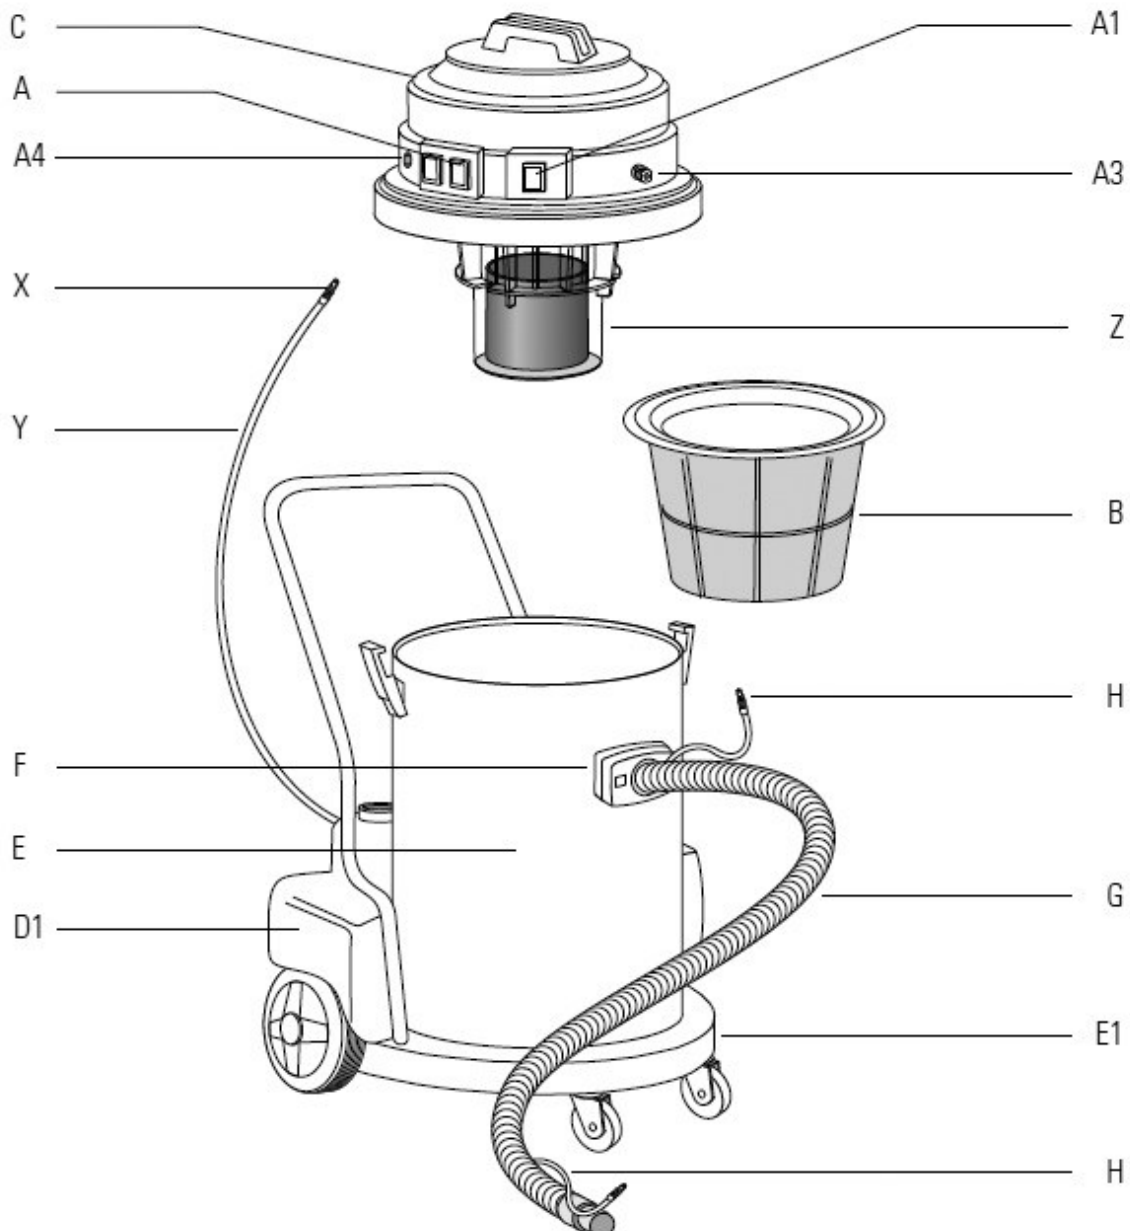
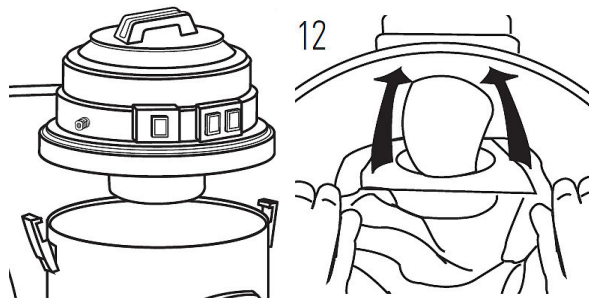
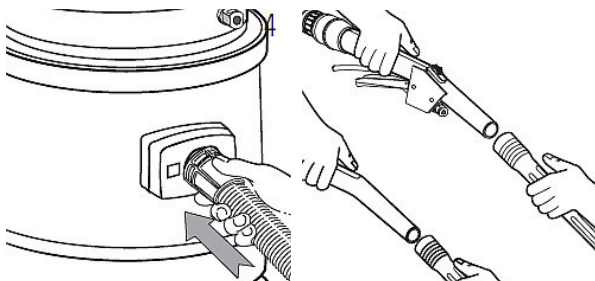

Abb. 3: Beschreibung des Spezialsaugers flexCAT 262-2 IEPD
Abb. 5: Montage des Kopfteils
Abb. 6: Verbindung mit dem Schlauch
Schritt 3: Bauen Sie den Aspirationskopf C (Abb.5) auf den Behälter und verschließen Sie ihn mit Hilfe der Verschlusshaken. achten Sie auf die Benutzung des Filterpapiers (Abb.5,12).
Schritt 4: Verbinden Sie den flexiblen Schlauch G (Abb.3) mit den Aspirationsschlauch F (Abb.3) und den Griff P (Abb.3). Zusätzlich ist es möglich ein Verlängerungsstück mit dem Schlauch zu verbinden. (Abb.6)
Schritt 1: Entnehmen Sie den Filter B (Abb.3) vom Behälter E (Abb.3).
Schritt 2: Bauen Sie den Aspirationskopf C (Abb.3) auf den Behälter und passen Sie ihn so an, dass der Sensor Y (Abb.3) im Tank eingelegt werden kann.
Schritt 3: Den Flexschlauch G (Abb.3) mit dem Flexschlauch F (Abb.3) verbinden. Den Griff P (Abb.3) und das Verlängerungsstück verbinden.
Schritt 2: Füllen Sie Wasser ins den Behälter mit Flüssigkeitsventil D (Abb.3) und setzen Sie ihn in ein.
Schritt 3: Bauen Sie den Aspirationskopf C (Abb.3) auf den Behälter und passen Sie ihn so an, dass der Sensor Y (Abb.3) im Tank eingelegt werden kann.
Schritt 4: Den Flexschlauch G (Abb.3) mit den Aspirations-schlauch F (Abb.3) verbinden. Den Griff P (Abb.5) und das Verlängerungsstück mit den Flexschlauch G (Abb.3) verbinden.
Schritt 5: Verbinden Sie die Schläuche K,H und N mit den Wasserhahn und die Endung von Schlauch H mit den Behälterkopf C eingerichteten Schnellanschluss A3 (Abb.3). Mit Hilfe der Clips den Schlauch H und N befestigen.
Schritt 8: Um Textilien oder Sofas zu Waschen, schalten Sie das Gerät aus und entfernen Sie P,O und N und ersetzen Sie es durch das Endstück I Abb.3.